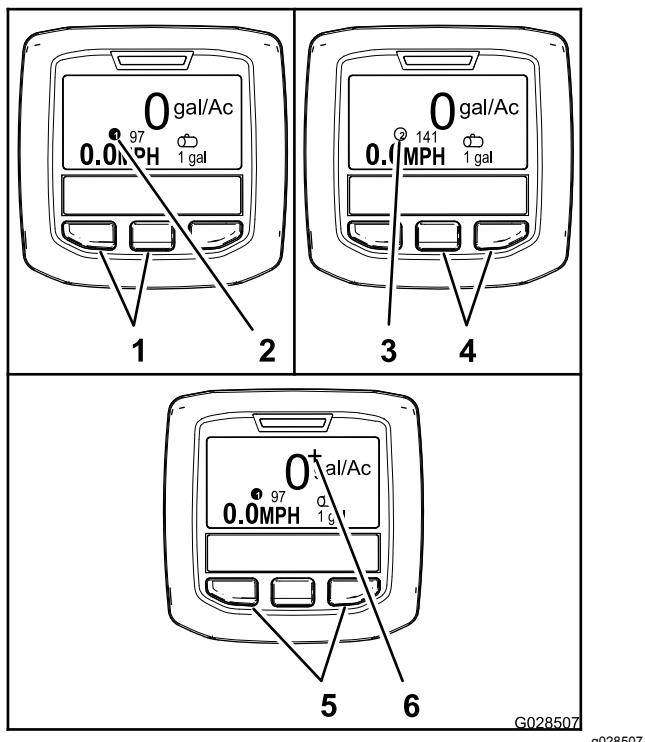

Figura 66
- Para selecionar a taxa de aplicação 1, pressione os dois botões esquerdos no InfoCenter (Figura 66).
**Nota:** Surge um ícone ① G028714.
- Para selecionar a taxa de aplicação 2 (taxa de aplicação), pressione os dois botões direitos (Figura 66).
**Nota:** Surge um ícone ② G028715.
- Para aplicar um aumento temporário da taxa de aplicação, mantenha premidos os dois botões exteriores (Figura 66).